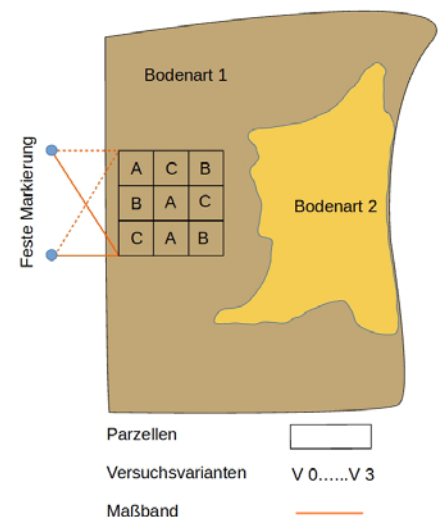

Abbildung 5: Schematische Darstellung des Einmessens mit Triangulation
- Triangulieren mit festen Markierungen am Feldrand (Abbildung 5)